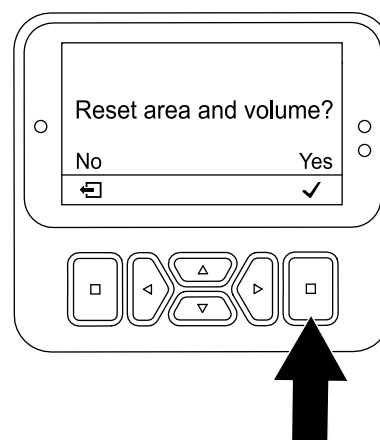

Bild 101
5. Drücken Sie im Bildschirm FLÄCHE UND VOLUMEN ZURÜCKSETZEN die Auswahl Taste (Bild 101).